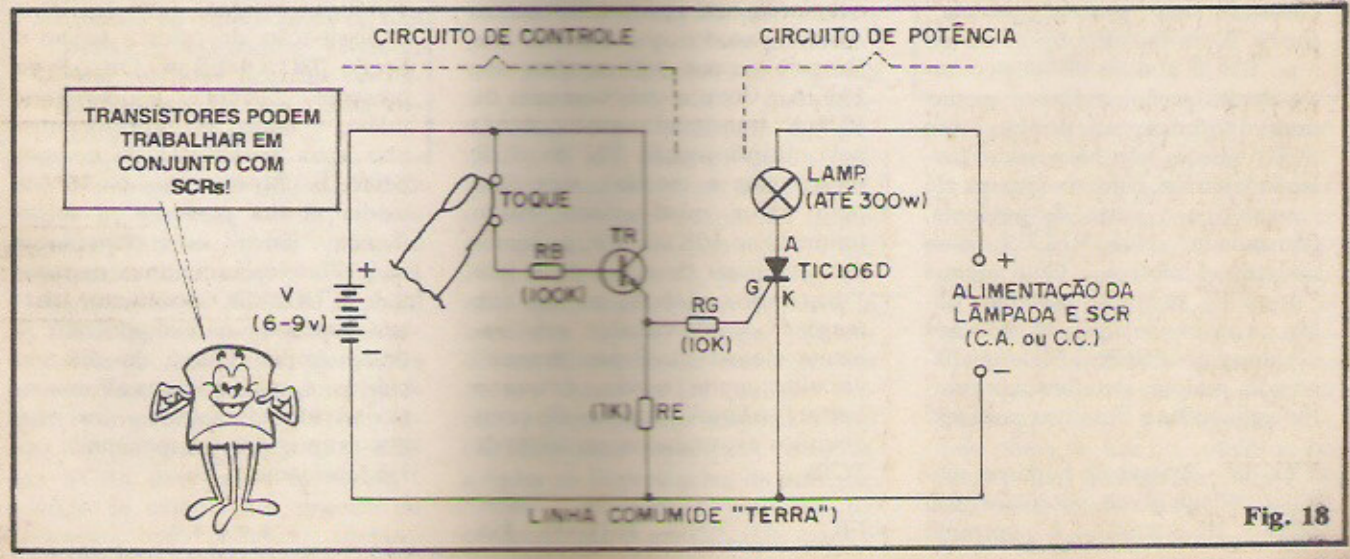

Fig. 18
- FIG. 18 - Só pelos exemplos/diagramas até agora mostrados, já deve ter dado para o Leitor/"Aluno" perceber que os SCRs podem trabalhar sob amplas gamas de Tensões e Correntes, alimentados desde por simples conjuntos de pilhas (baixas tensões CC) até diretamente pela CA domiciliar (altas - relativamente - tensões CA...). Mais adiante falaremos sobre os PARÂMETROS e LIMITES dos SCRs... Por enquanto, vale ressaltar que a boa sensibilidade de **gate** dos SCRs permite, facilmente, o comando do disparo através de um circuito com-